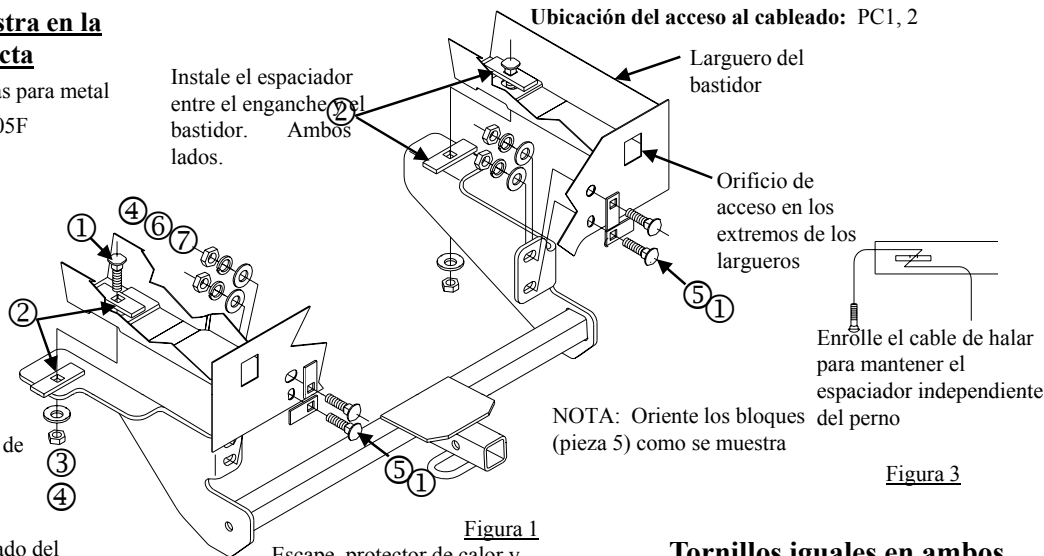

Figura 1
- Instale los tornillos restantes como se muestra. Figura 1. NOTA: Oriente los bloques (pieza 5) como se muestra (Los bloques no deben traslaparse)